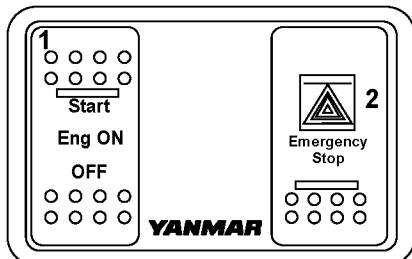

Figura 9
Panel del segundo puesto, opcional (Figura 9)
1. El interruptor "Eng ON" (Figura 9, (1)) está conectado al panel del primer puesto
3. El interruptor de paro de emergencia está conectado en serie con el del panel del primer puesto (Figura 9, (2)).